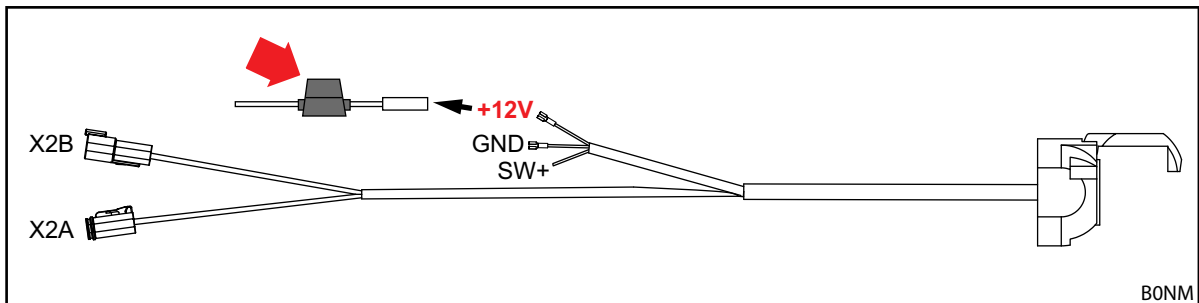

Fig. 52 STOLL-ISOBUS-kabelträd
- Lokalisera och kontrollera säkringen (ID-nr 0484860, se röd pil i Fig. 52):